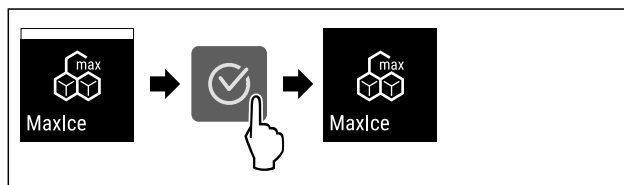

Fig. 23
- ▶ Eseguire i passaggi (vedere Fig. 23).